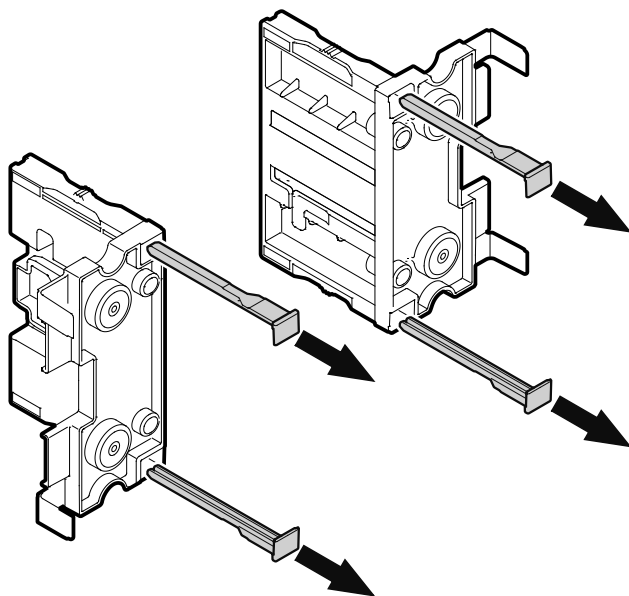

Figure 21
3. Retirer les goupilles d'arrêt des deux supports. Les supports sont fournis avec le kit d'accessoires de l'appareil (**Figure 21**).